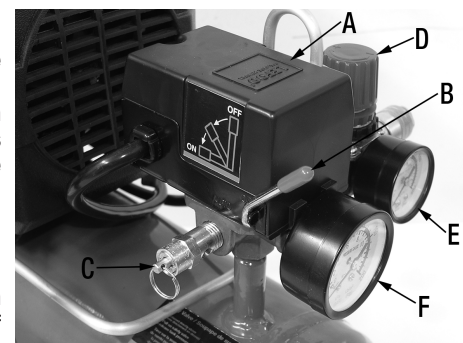

FIGURE 6
**INTERRUPTEUR ON/AUTO-OFF (B) FIG.6:** Mettez cet interrupteur à ON pour alimenter le manostat automatique et à OFF pour mettre hors tension à la fin de chaque utilisation.
**MANOSTAT (A) FIG. 6:** Le manostat met automatiquement le moteur en marche lorsque la pression de réservoir chute sous la pression d'"enclenchement" établi en usine. Il arrête le moteur lorsque la pression du réservoir d'air atteint la pression de "déclenchement" établi en usine.
**RÉGULATEUR (D) FIG. 6:** La pression d'air provenant du réservoir d'air est contrôlée par le régulateur. Tournez le bouton du régulateur en sens horaire pour augmenter la pression et en sens anti-horaire pour diminuer la pression. Pour éviter un nouveau réglage mineur après avoir modifié le réglage de pression, approchez toujours la pression désirée depuis une pression plus basse. En réduisant d'un réglage plus élevé à un réglage plus bas, réduisez d'abord à une pression inférieure à celle désirée, puis amenez à la pression désirée. Suivant les besoins en air de chaque accessoire particulier, il peut être nécessaire de régler la pression d'air contrôlée par sortie pendant l'utilisation de l'accessoire.
**MANOMÈTRE POUR PRESSION DE SORTIE (E) FIG.6:** Le manomètre pour pression de sortie indique la pression d'air disponible sur le côté sortie du régulateur. Cette pression est contrôlée par le régulateur et est toujours inférieure ou égale à la pression du réservoir. Raportez-vous au "Mode de fonctionnement".
**MANOMÈTRE POUR PRESSION DE RÉSERVOIR (F) FIG.6:** Le manomètre pour pression du réservoir indique la pression d'air de réserve dans le réservoir.
**SOUPAPE DE SÛRETÉ (C) FIG.6:** Si le manostat ne met pas le compresseur d'air à l'arrêt à son réglage de pression de déclenchement, la soupape de sûreté protégera contre la haute pression en "sortant" à sa pression réglée en usine (légèrement plus élevée que le réglage de déclenchement du manostat). **AVERTISSEMENT!** Si la soupape de sûreté ne fonctionne pas correctement, une surpression pourrait se développer dans le réservoir en entraînant la rupture ou une explosion. Quotidiennement, tirer sur l'anneau de la soupape de sûreté pour s'assurer que celle-ci fonctionne librement. Si la soupape est coincée ou ne bouge pas facilement, il faut la remplacer avec une soupape de même type.
- 4) Ouvrez le régulateur de pression (D) Fig.6 en tournant dans le sens horaire. Ajustez le régulateur de pression pour obtenir la pression voulue (ne pas dépasser la pression maximale de l'outil). Observez la pression de l'air en sortie sur le manomètre de pression de sortie (E) Fig.6. Le compresseur est prêt à l'usage.
- 8) Tirez l'anneau de la soupape de sûreté (C) Fig.6, en laissant l'air se vider de réservoir jusqu'à ce que la pression du réservoir soit environ 20 lb/po2. Relâchez l'anneau de la soupape de sûreté.
**REMARQUE:** Si la soupape de vidange est colmatée, tirez l'anneau de la soupape de sûreté (C) Fig.6, et tenez jusqu'à ce que toute la pression d'air ait été relâchée. La soupape peut alors être retirée, nettoyée et remise en place.
- 4) Tirez l'anneau de la soupape de sûreté (C) Fig.6, en laissant l'air se vider de réservoir jusqu'à ce que la pression du réservoir soit environ 20 lb/po2. Relâchez l'anneau de la soupape de sûreté.